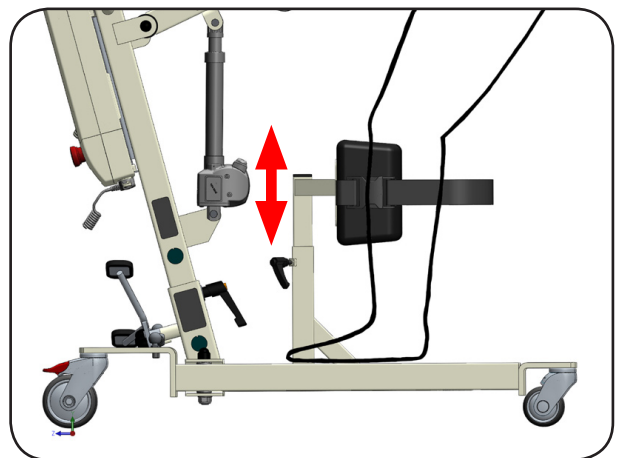

Abbildung 38
6. Führen Sie die Beine zusammen und fixieren Sie sie mit dem Wadengurt. Überprüfen und korrigieren Sie ggf. die Höhe der Schienbeinstütze. Die Oberkante der Schienbeinstütze soll knapp unterhalb der Kniekehle beginnen (Abbildung 38).